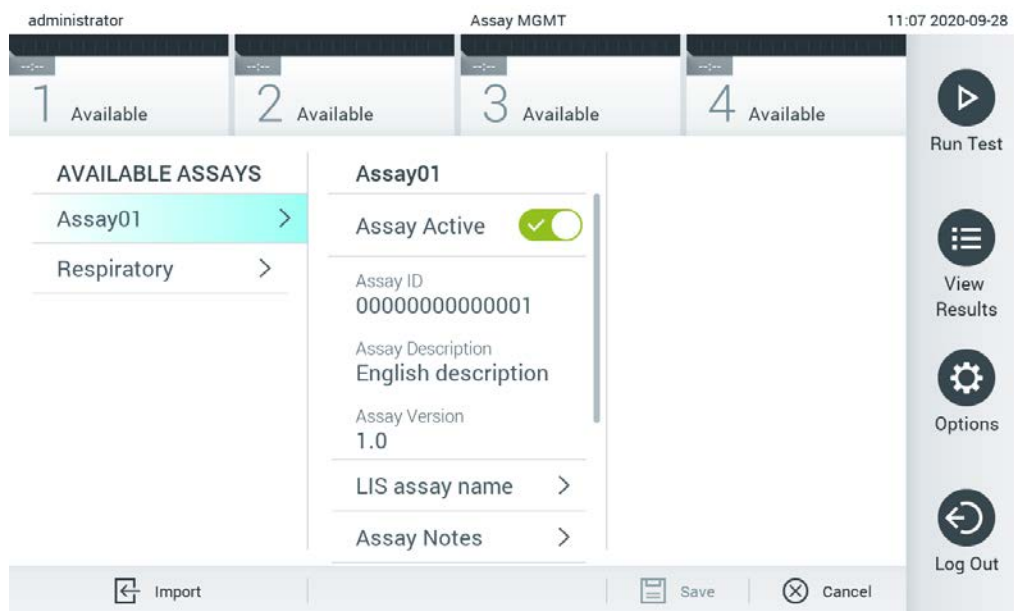

Figura 61. Attivazione dell'esame.
7. L'esame diventa attivo selezionando Assay Active (Esame attivo) (Figura 61).